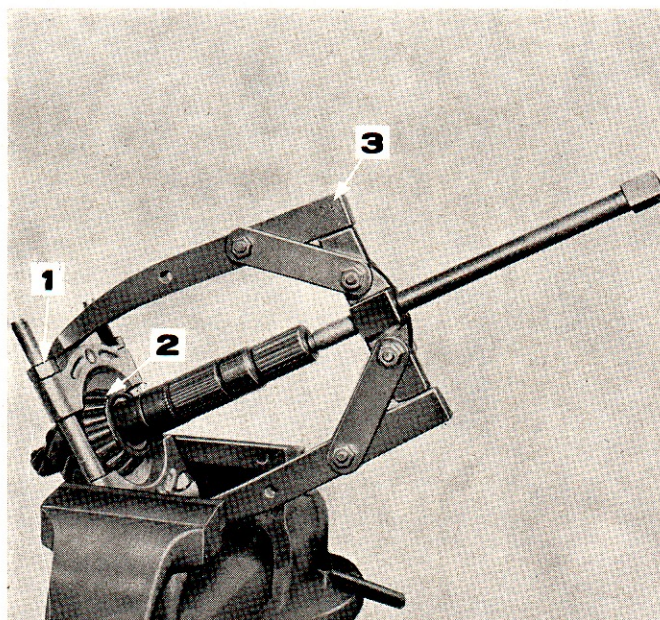
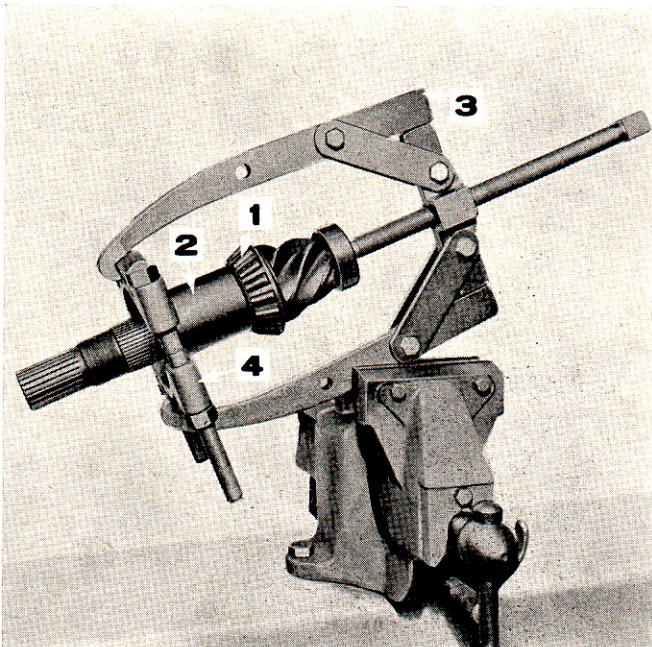

Figure 67: Extraction du roulement arrière de pignon d'attaque
Figure 68: Remontage du roulement arrière de pignon d'attaque
2. Pour remplacer le roulement à galets coniques arrière, on peut arracher la pièce au moyen des outils No 1003 et 951 (Figure 67). La pièce neuve se monte à l'aide des mêmes outils, avec en plus un manchon approprié (Figure 68)